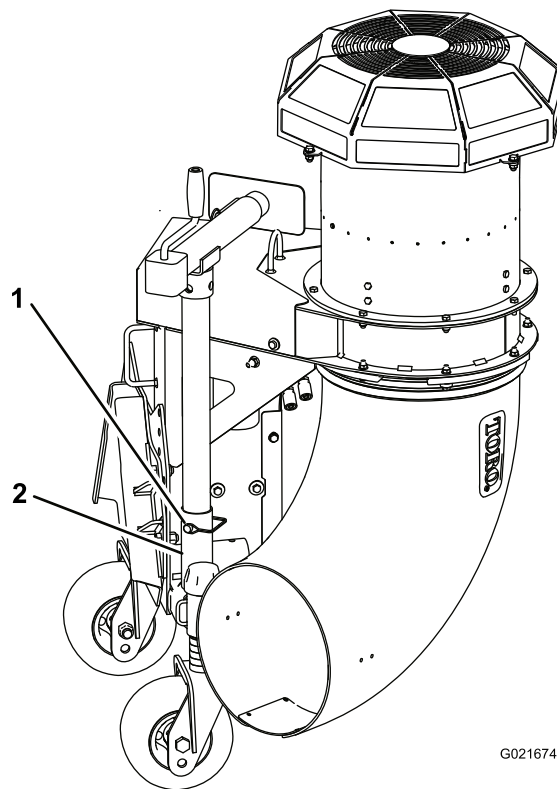

Figura 5
5. Rimovete il perno di ritenuta che fissa il tubo del cavalletto metallico al tubo di rimessaggio (Figura 5). Rimuovete il gruppo del cavalletto dalla posizione di rimessaggio.